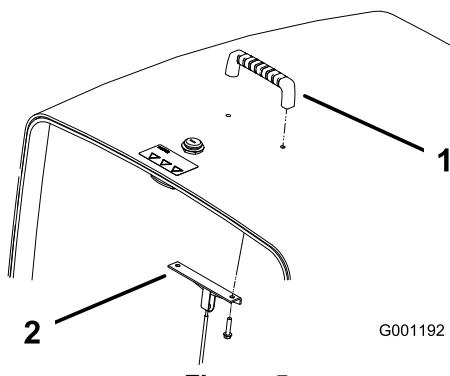

Figura 5
- Monte o manípulo e o suporte do cabo ao capot, utilizando 2 parafusos (Figura 5).